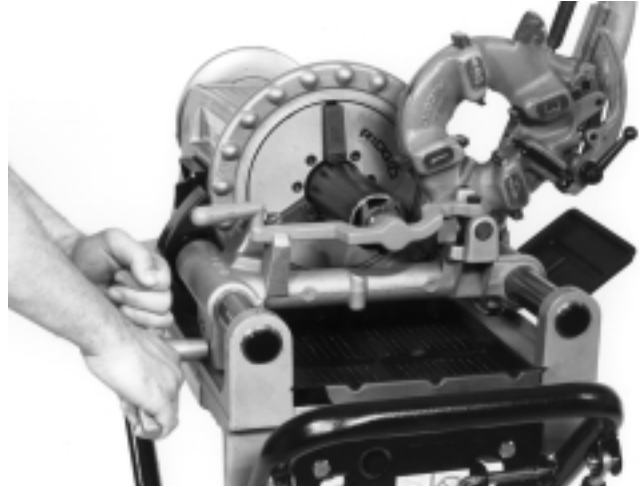

Figure 8 – Alésage des tuyaux à l'aide de l'alésoir n° 344
3. Positionnez l'alésoir dans le tuyau et complétez l'alésage en tournant le volant (Figure 8).